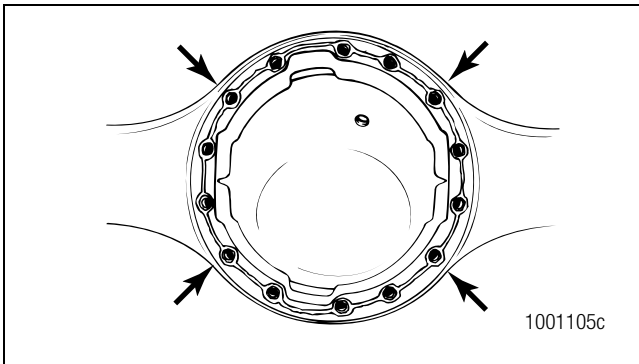

Figura 5.81
7. Instale las tuercas y arandelas o los tornillos prisioneros y arandelas, según esté equipado, en las cuatro ubicaciones de esquina alrededor del portadiferencial y la caja del eje. Apriete los sujetadores a mano por ahora. Figura 5.81.
8. Con cuidado empuje el portadiferencial a su posición. Apriete los cuatro sujetadores dos o tres vueltas, cada uno en forma opuesta al anterior. Figura 5.81.